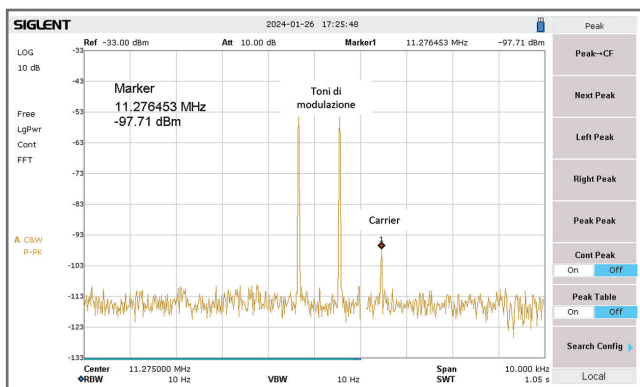

Fig 13 - TP1 – Modulazione a due toni, la portante è indicata con il marker
- Fig 13 - TP1: Modulazione a due toni, la portante è indicata con il marker il cui livello di soppressione è superiore a 40 dB;
co, andare in trasmissione e con l'analizzatore di spettro collegato con un probe (va bene anche quello dell'oscilloscopio) al punto TP3, regolare i suddetti trimmer per il minimo della portante senza modulazione e con modulazione per il minimo dei prodotti di intermodulazione (vedere le Fig. 13 - 15).